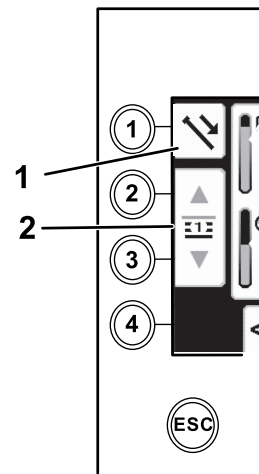

Bild 32
1. Drücken Sie die Taste 1, um Rohrschieben (Bild 32) auszuwählen.
2. Drücken Sie die Tasten 2 und 3, um die Reihe auszuwählen, von der Sie das Rohr holen möchten (Bild 32).